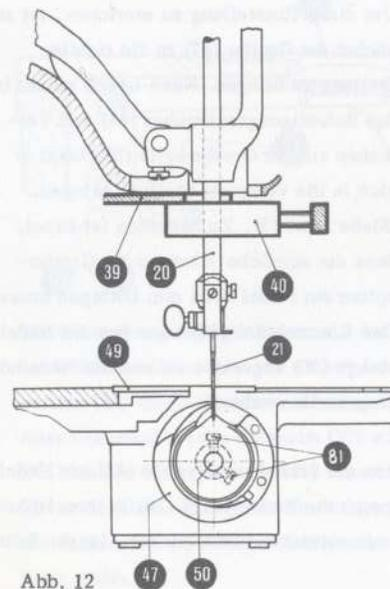
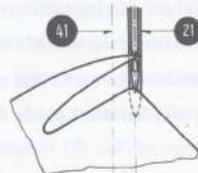

Abb. 12
Abb. 15
Er wird mit der sogenannten "Schleifenhublehre" (39) (N32NU-7B) eingestellt. Auf die Nadelstange (20) wird, wenn sie in der Tiefstlage steht, ein Klemmstück (40) (N32NU-6) derart befestigt, dass zwischen Unterkante Ständer und Oberkante Klemmstück (40) eine der obenerwähnten Distanzlehren, also 2, 8 oder 3 oder 3, 4 mm sich einschließen lässt (Abb. 12). Nunmehr zieht man die Distanzlehre (39) heraus und dreht am Handrad in der Laufrichtung bis das Klemmstück (40) an der Unterkante des Ständers anstößt. In dieser Stellung muss die Unterkante der Greiferspitze mit der Oberkante des Nadelöhrs bündig sein und die Greiferspitze mit der Aussenkante der Nadel abschneiden. (Abb. 15)
Um diese Einstellung zu erreichen, ist zunächst der Greifer (47) in die richtige Stellung zu bringen. Nach Lösen seiner beiden Befestigungsschrauben (81) und Verdrehen auf der Greiferwelle (50) lässt er sich in die verlangte Stellung bringen. (Siehe Abb. 12). Zu beachten ist dabei, dass der seitliche Abstand der Greiferspitze zur Nadel 0,05 mm betragen muss. Das Klemmstück (40) kann von der Nadelstange (20) abgenommen und die Nadelhöhe eingestellt werden.